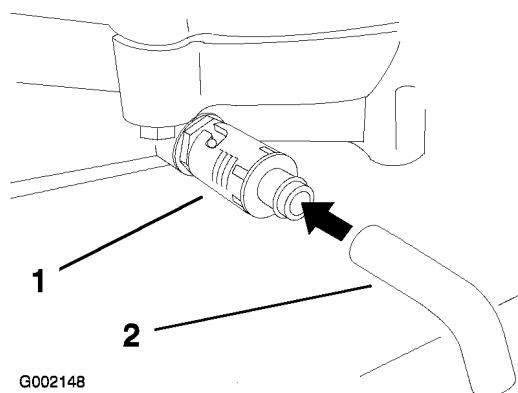

Figura 35
5. Coloque un recipiente debajo del tubo de vaciado. Gire la válvula de vaciado para que se drene el aceite (Figura 35).